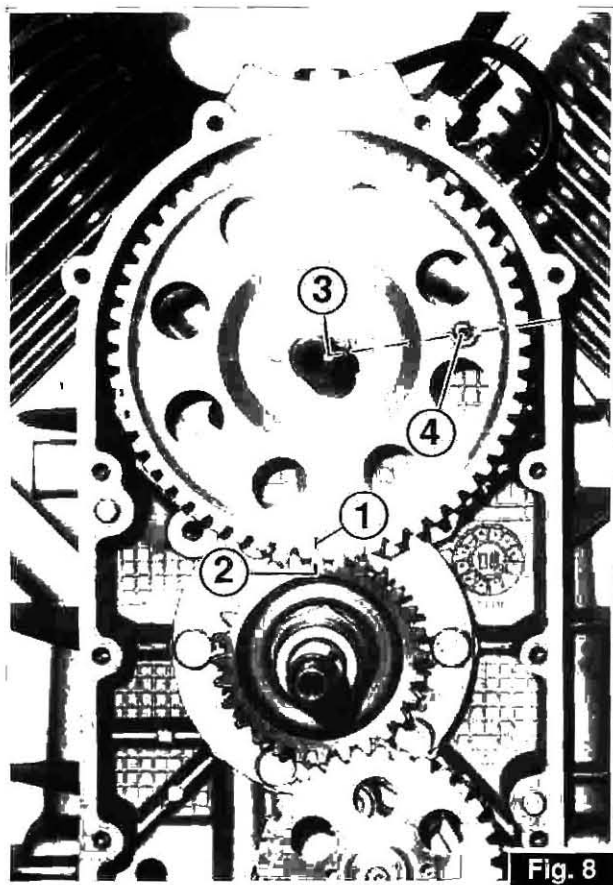

Fig. 8
- I riferimenti di fase tra l'ingranaggio sull'albero motore e l'ingranaggio sull'albero di servizio sono evidenziati dalle frecce «1» e «2»; (fig. 8).
- *The timing references between the gear on the engine shaft and the gear on the service shaft are indicated with the arrows «1» and «2» (fig.8).*